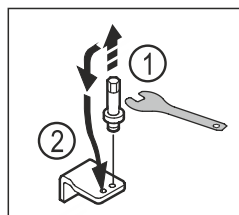

Fig. 21
- ▶ Выкрутите болт на нижнем опорном кронштейне при помощи ключа с наружным шестигранником SW5. Fig. 21 (1)
- ▶ Установите болт на противоположной стороне. Fig. 21 (2)